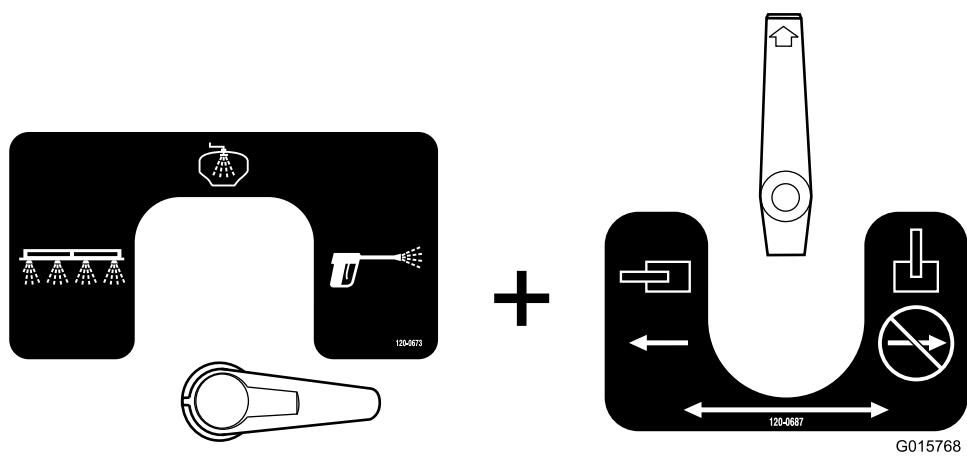

Figura 54
- Esta é a configuração da pistola de pulverização (Figura 54). Utilize esta configuração para pulverizar a água de lavação pela pistola de pulverização manual.